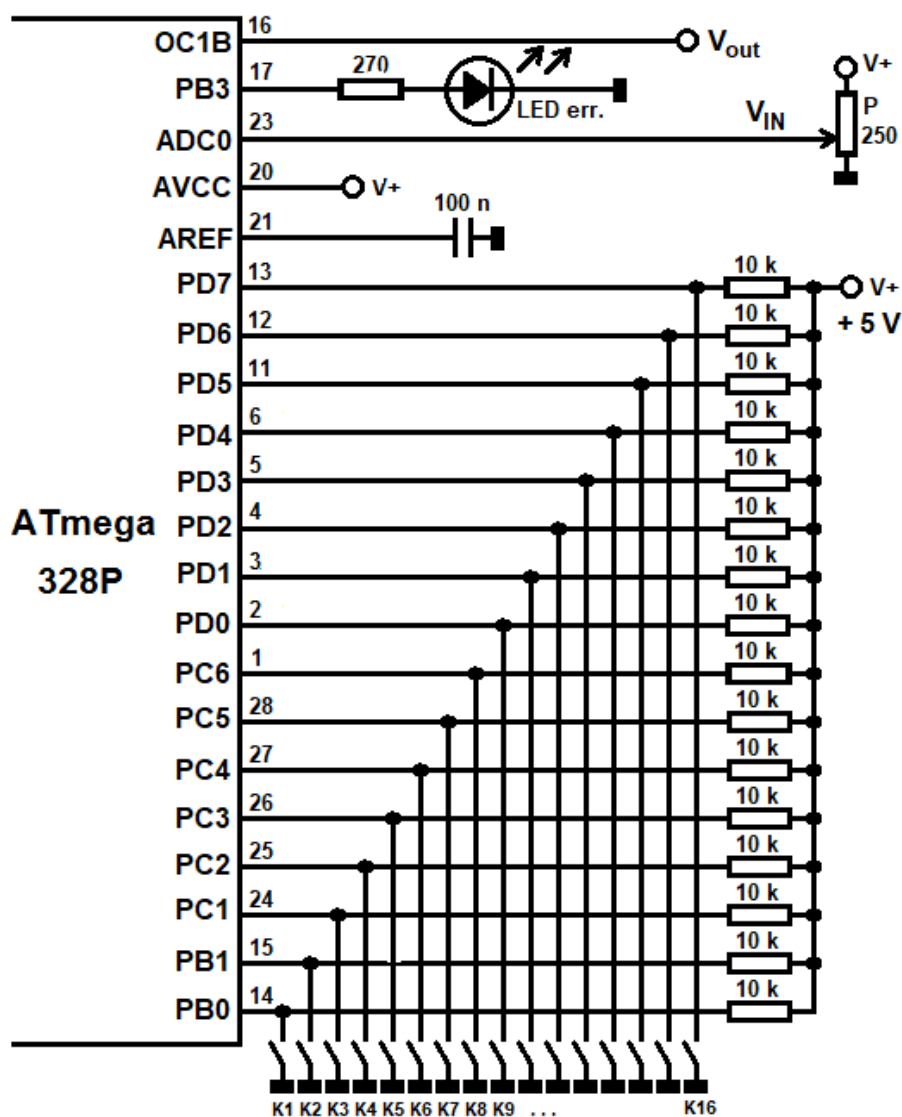
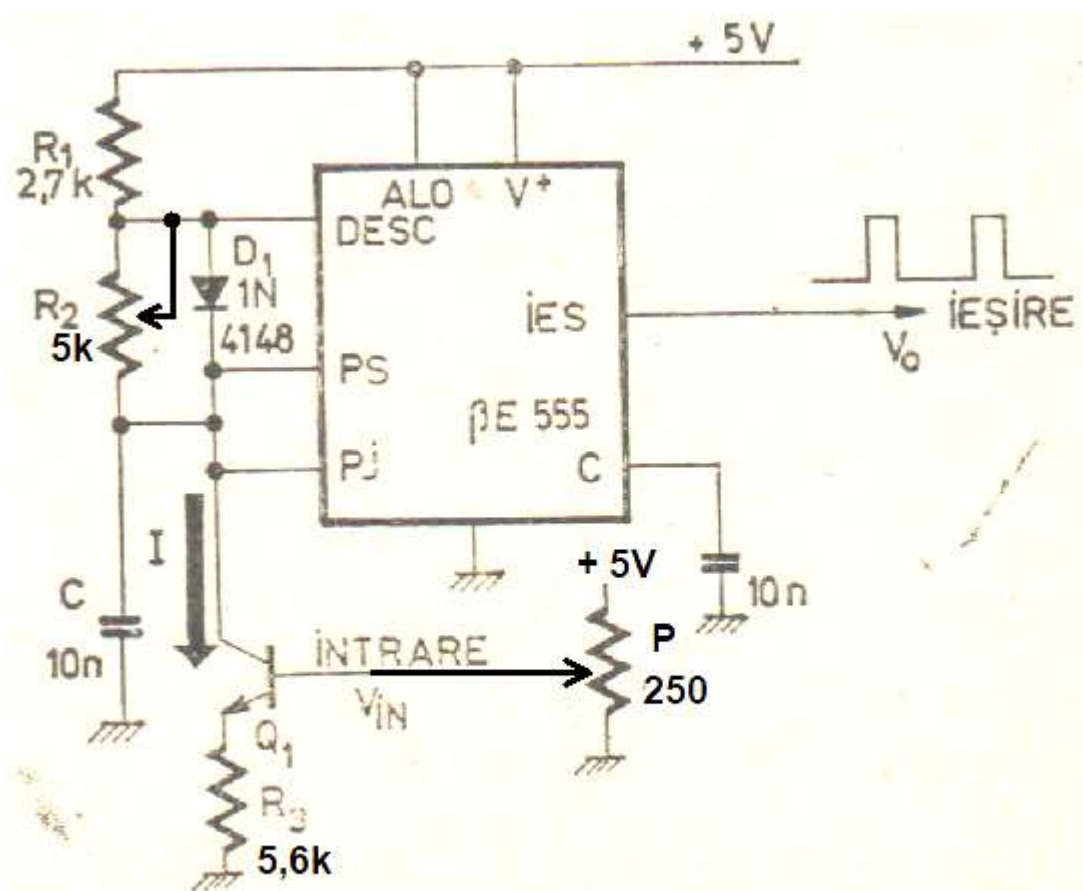

Fig. 1. - Generator PWM cu microcontroler
Fig. 3 - Generator PWM var. 2 - schema electrică
- o grupă realizează pe o placă de probă schema electrică din fig. 1 aferentă generatorului PWM realizat cu microcontroler;
- a treia grupă realizează pe o altă placă de probă schema electrică aferentă generatorului PWM cu circuitul 555 varianta 2 descrisă în fig. 3;
- grupa corespunzătoare schemei electrice din fig. 1, după realizarea montajului experimental, înscrie programul în sistemul ARDUINO UNO cu ajutorul PC, lansează programul în execuție și verifică și calibrează cu ajutorul osciloscopului funcționarea sistemului prin câteva setări diferite ale pozițiilor întrerupătoarelor K1...K16 care vor determina înscrierea corespunzătoare a valorii numerice selectate în registrului OCR1A și prin modificarea poziției cursorului potențiometrului P care dă tensiunea V_{IN} de modulare a lățimii impulsurilor;
- grupa corespunzătoare schemei electrice din fig. 3, după realizarea montajului experimental, alimentează montajul și verifică și calibrează cu ajutorul osciloscopului
Se va folosi ca etalon schema electrică din fig. 3 pentru stabilirea frecvențelor și factorilor de umplere corespunzătoare semnalelor generate de toate cele trei variante, în sensul că se va regla montajul din fig. 3 conform datelor din tabel, se vor nota în tabel frecvența și factorul de umplere măsurate cu osciloscopul pentru fiecare din cele optsprezece rânduri de măsurători corespunzător schemei din fig. 3, după care, la fiecare linie de măsurători, se vor regla celelalte două variante aferente fig. 1 și 2 astfel încât să se obțină aceiași parametri (frecvență și factor de umplere) mășurați cu osciloscopul, notându-se în tabel valorile reglajelor.